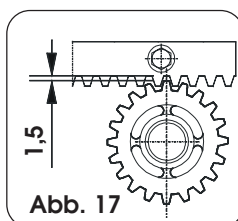

Abb. 17
- Nach dem Einbau der Zahnstange sollte die Position des Getriebemotors um etwa 1,5 mm (Abb. 17) abgesenkt werden, um das ordnungsgemäße Eingreifen zwischen Ritzel und Zahnstange zu gewährleisten.